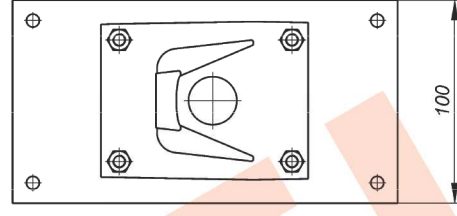

Рис.3 Монтаж кронштейна КС-1 на опору (круглую или квадратную)
1. Кронштейн КС-1 для крепления IP-видеокamеры ТВК-90 IP на опоры $\varnothing; \square = 115\pm 135$ мм (другой размер - под заказ). Монтаж кронштейна см. рис.3;